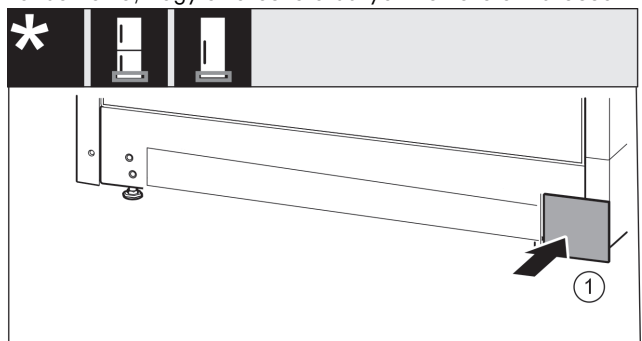

Fig. 32
- Tegye vissza a fedelet Fig. 32 (1) a másik oldalra.